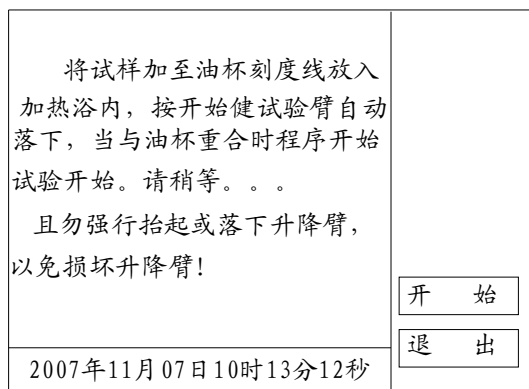
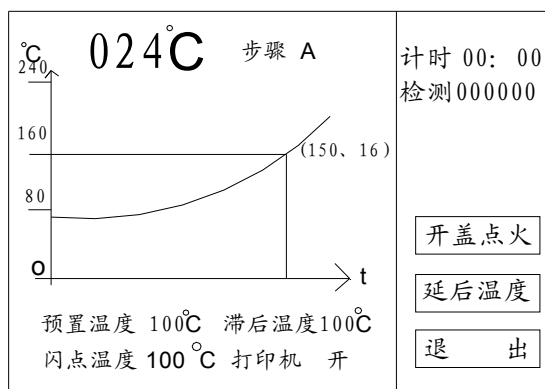

图 8
图 9
按该功能键进入提示工作界面，将干燥试样杯加入试样放入加热浴内，需要开始时按开始键，见（图 8 界面提示）。升降臂自动落下，气源接通，试验开始计时，试验工作界面见图 9。
(4) 移动光标按提示选择设定位置，按“数值修改”，键输入当前的参数值。
(5) 参数设置完成后，按保存退出键返回主界面，按样品测试键进入图 8 界面。